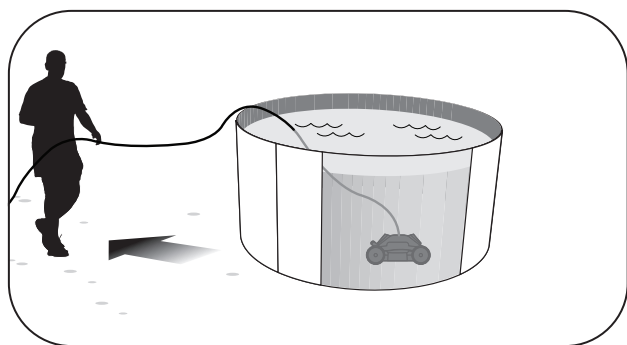

Figure 5. Étaler le câble flottant pour éviter l'enchevêtrement
5. Dérouler soigneusement tout le câble flottant, en veillant à ce qu'il ne plie pas ni ne s'emmêle. Utiliser que la quantité de câble nécessaire pour atteindre le mur le plus éloigné. Ceci peut aider à éviter que le câble s'emmêle (Figure 5).